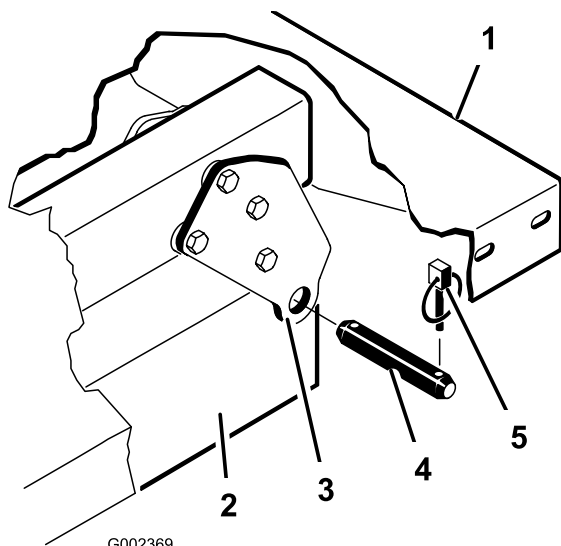

图4
5. 向内推动柱销卸下将油缸杆端固定到货斗安装板上的柱销图4。
6. 卸下将枢轴支架固定到机架槽上的保险销和柱销图4。